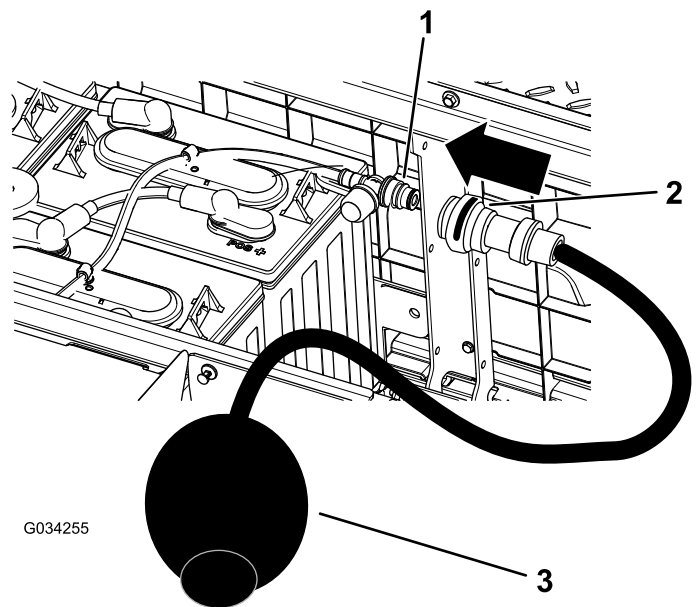

Bild 37
4. Schließen Sie die Wasserhandpumpe von Toro an den Wasserfüllanschluss an (**Bild 37**).